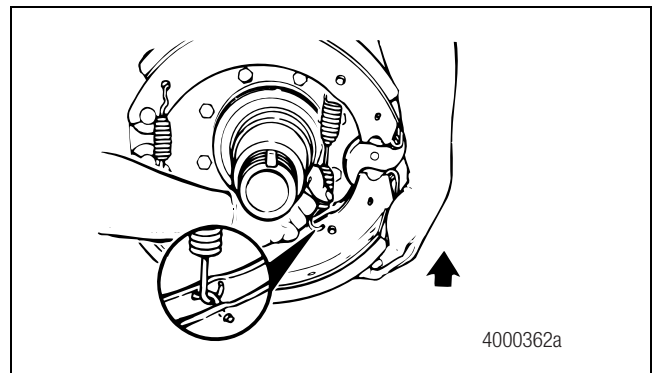

Figura 5.25
3. Gire la zapata inferior del freno hacia adelante. Instale un nuevo resorte de retorno de la zapata con el extremo abierto de los ganchos del resorte apuntando hacia el árbol de levas. Figura 5.25.